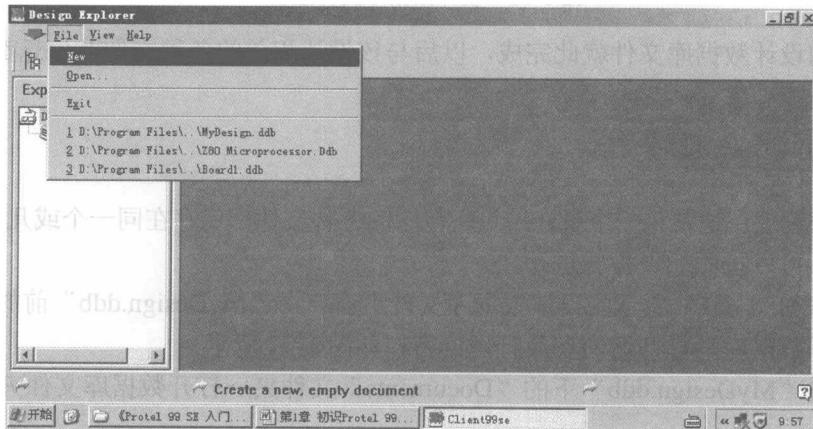
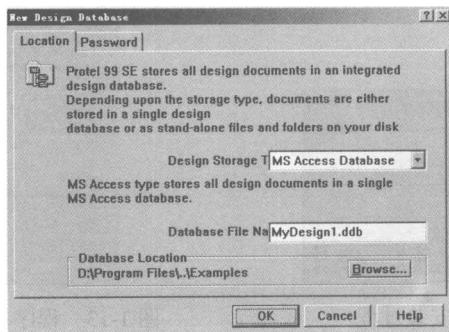

图 1-14 执行“File”/“New”菜单命令
图 1-15 “New Design Database” 对话框
(1) 打开 Protel 99 SE 系统，弹出如图 1-14 所示对话框→执行菜单命令“File”/“New”→弹出如图 1-15 所示的“New Design Database”（创建设计数据库文件）对话框。